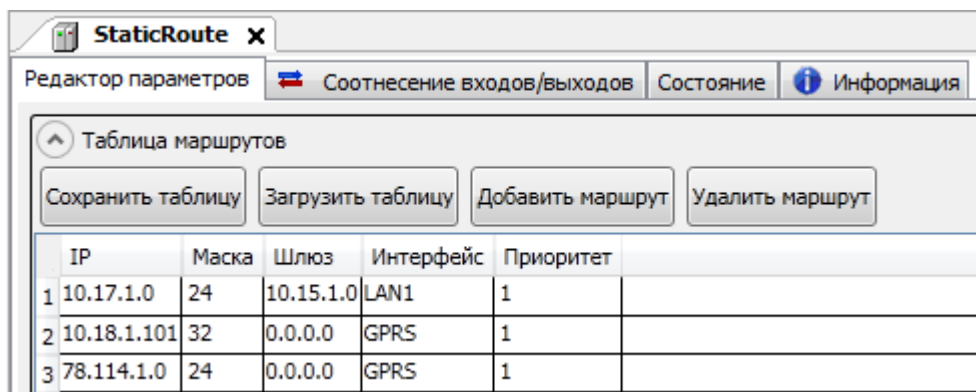

Рисунок 3.72 – Устройство StaticRoute. Закладка Редактор параметров. Таблица маршрутов
Для реализации схемы, приведенной на рисунке 3.70, необходимо на закладке *Редактор параметров* устройства **StaticRoute** задать в *таблице маршрутов* соответствующие параметры (рисунок 3.72).
**IP** можно задать двумя способами: в явном виде и в виде подсети. В таблице маршрутов (рисунок 3.72) в соответствии с задачей, приведенной на рисунке 3.70, для интерфейса **LAN1** адрес был задан в виде подсети (маска 24), для интерфейса **GPRS** – в виде подсети и в явном виде (конкретно заданный адрес, маска 32).